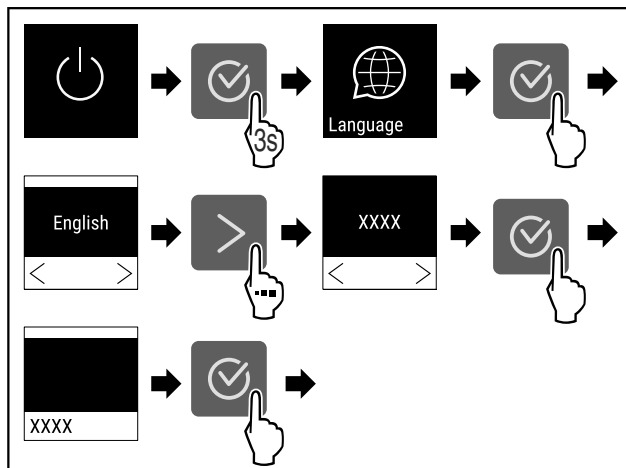

Fig. 54
- ▶ Изпълнете стъпките (виж Fig. 54).